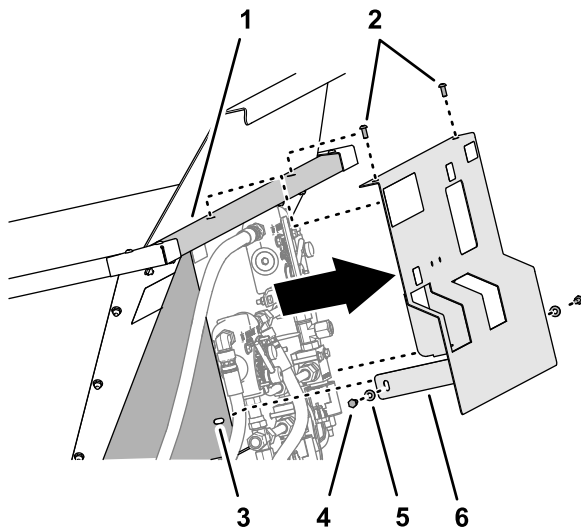

Figura 25
1. Alinee los taladros en el protector hidráulico con los taladros en el soporte de la válvula y la pared delantera de la tolva (Figura 25).
2. Fije el protector hidráulico en la pared de la tolva (Figura 25) con los 2 tornillos con cabeza de botón que retiró en Retirada del protector hidráulico de la recebadora (página 9).